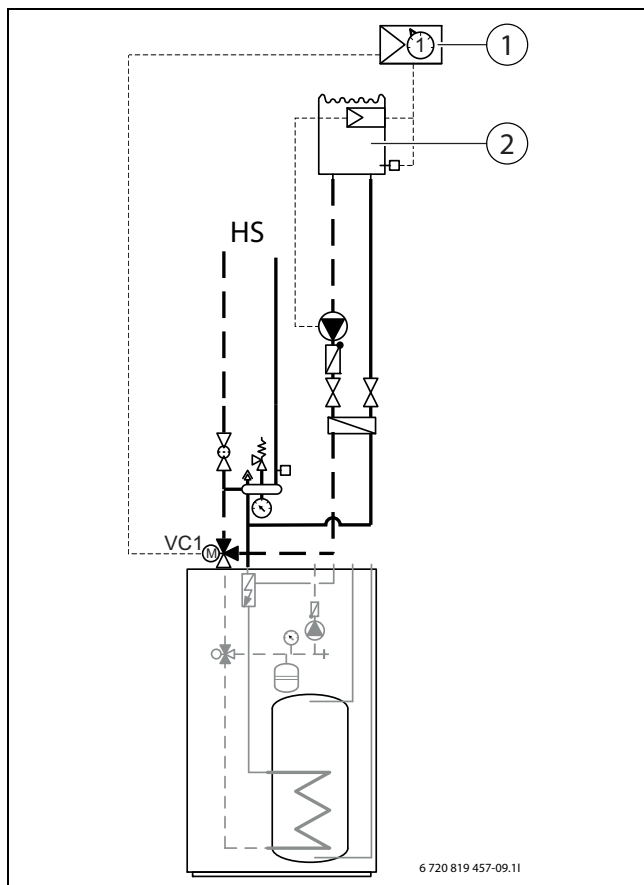

Bild 24 Beispieldarstellung für Pool-Installation
- Pool-Mischer im Rücklauf zur Inneneinheit montieren (→ [VC1] Abb. 24).